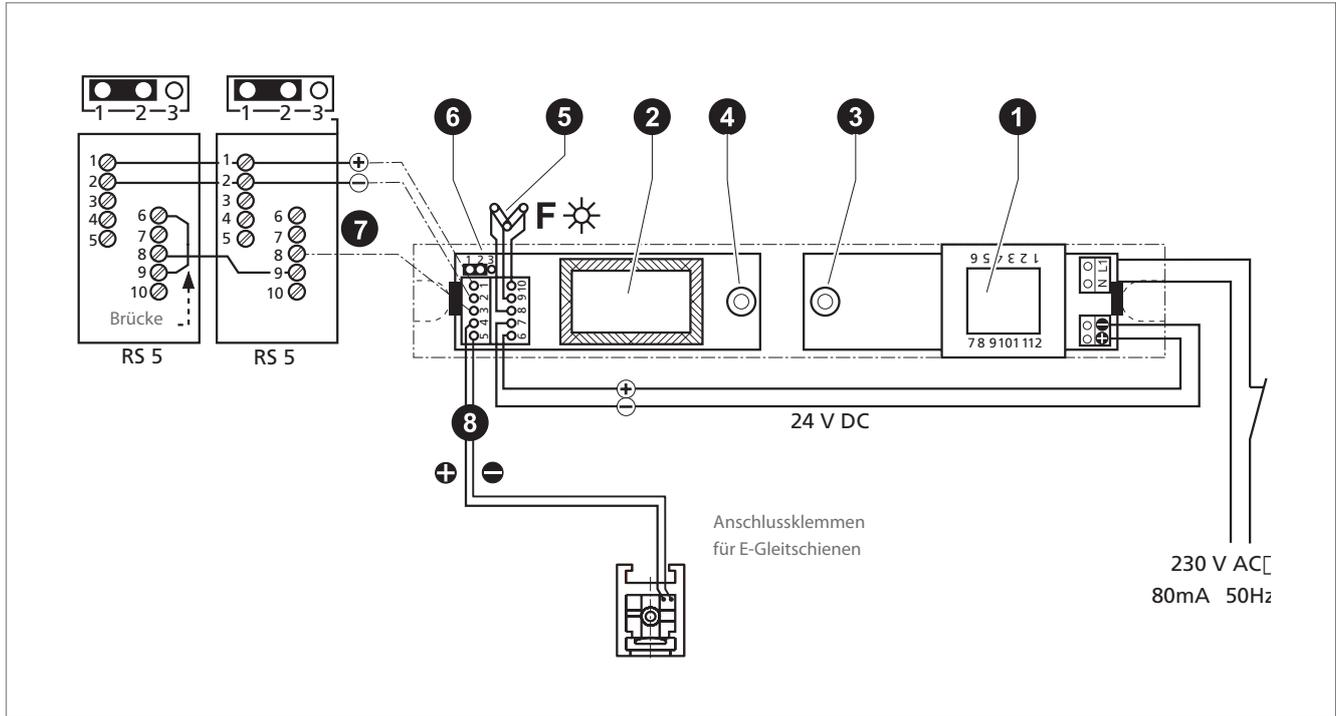

Fig. 46-1
**Legende, Fig. 46-1**
- ① Stromversorgungsteil
- ② Rauchererkennungsteil
- ③ Betriebsanzeige, LED grün
- ④ Alarmanzeige, LED rot
- ⑤ Potentialfreier Kontakt zur externen Raucherkennungsanzeige, max. 30 V DC/1 A/30W
- ⑥ Steckbrücke
- ⑦ Anschluss zusätzlicher Rauchmelder (max. 2 Stk.) GEZE RS 5
- ⑧ Anschlussklemme für E-Gleitschiene BG (100 mA)